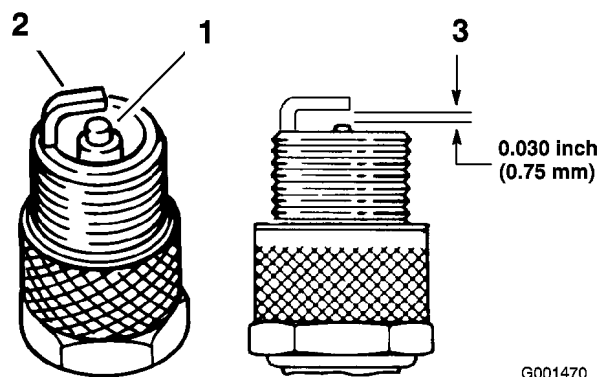

Figura 36
1. Mire la parte central de las bujías (Figura 36). Si se observa un color gris o marrón claro en el aislante, el motor está funcionando correctamente. Si el aislante aparece de color negro, significa que el limpiador de aire está sucio.
3. Compruebe la separación entre los electrodos central y lateral (Figura 36). Si la distancia no es correcta, doble el electrodo lateral (Figura 36).
3. Conecte los cables a las bujías (Figura 36).